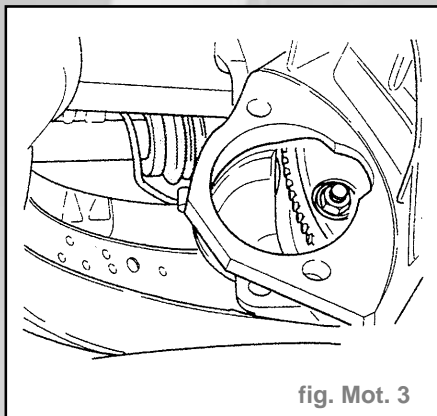

fig. Mot. 3
- Désolidariser le convertisseur de couple du disque d'entraînement (3 écrous de fixation) (fig. Mot. 3).